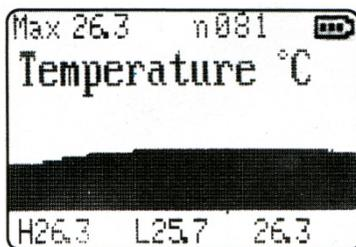

Рисунок 7
2. Интерфейс данных из области памяти 2 (Рисунок 7)